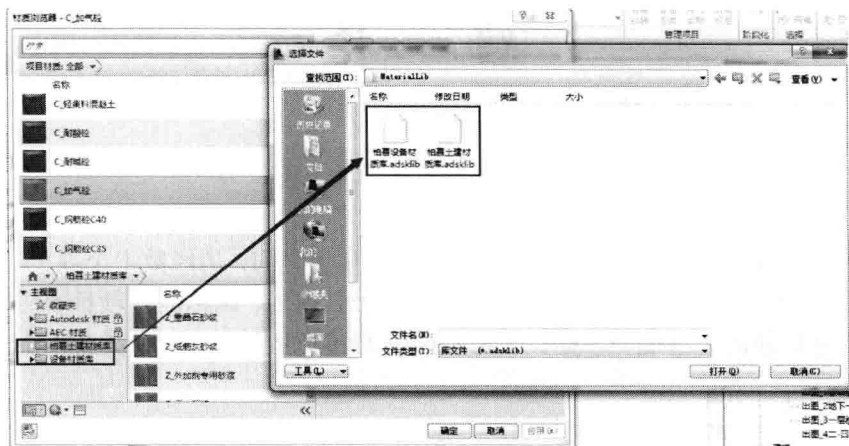

图 0-2
(2) 安装之前将 AutoCAD 及 Revit 暂时关闭，安装完成之后再打开软件。
(3) 柏慕 1.0 产品的安装程序中包括“柏慕土材质库”和“柏慕设备材质库”，使用时，可通过寻找材质库路径“C:\Program Files (x86)\柏慕进业\柏慕 1.0\MaterialLib”（安装于 C 盘情况下）添加到材质库中，见图 0-2。